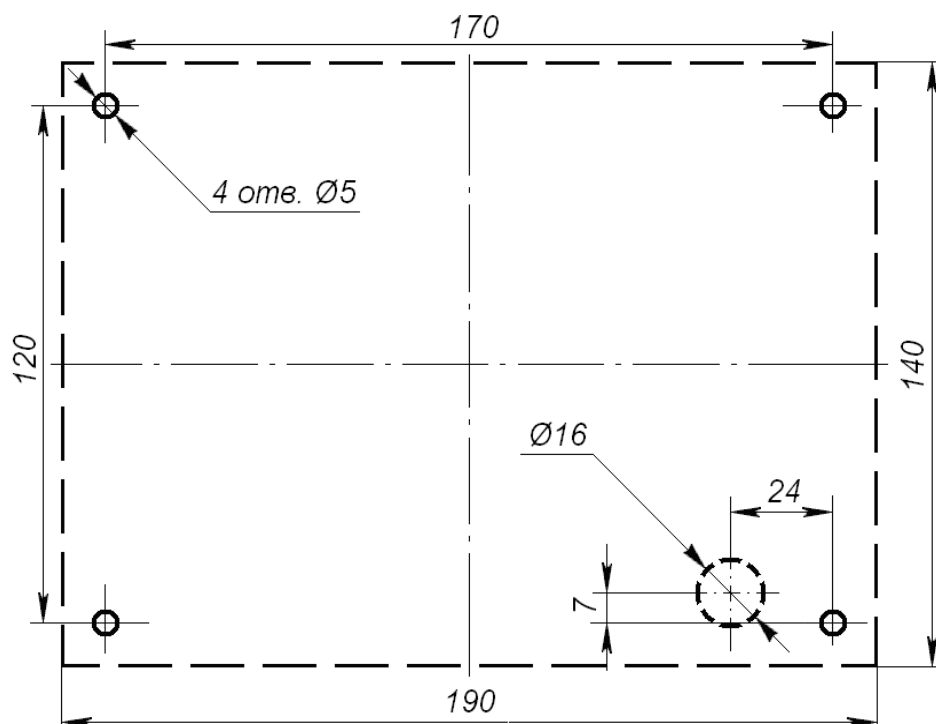

Рисунок 2. Разметка отверстий для установки терминала
3. Произведите разметку и разделку отверстий на установочной поверхности для крепления металлического основания и проводки кабелей питания и *Ethernet* (рис. 2).